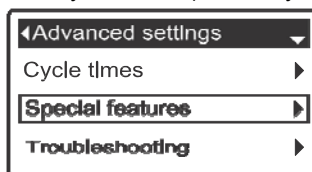

РИС. 68
3. Нажать кнопку ВЫБРАТЬ (O) для отображения меню **Дополнительных установок** (См. Рисунок 68).